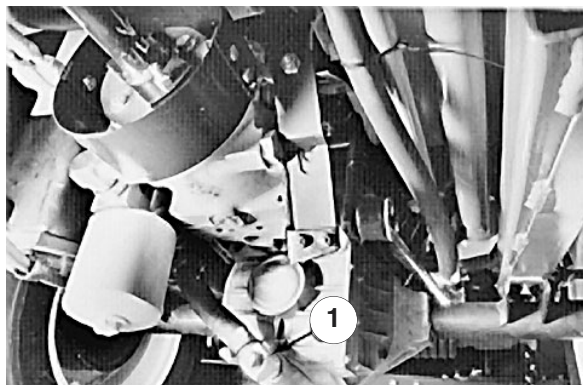
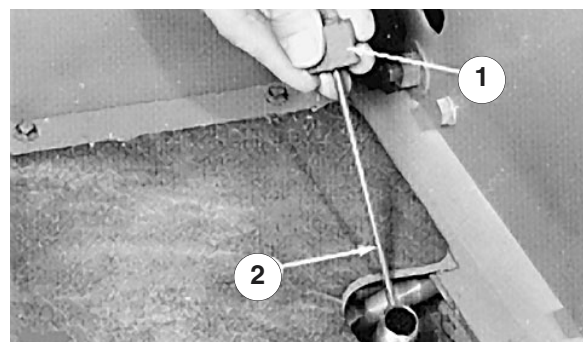

Figure 49
Figure 50
4. Retirez le bouchon de vidange du raccord entre le carter de pont et le filtre à huile. Laissez l'huile s'écouler dans un bac de vidange (Fig. 49).
6. Placez le bouchon de vidange dans le raccord entre le carter de pont et le filtre à huile (Fig. 49).
7. Sortez la jauge du goulot de remplissage du pont (Fig. 50) et versez la quantité voulue d'huile du type et de la viscosité recommandés pour la température ambiante anticipée (voir le tableau ci-dessus).
9. Attendez encore deux minutes, puis sortez la jauge du goulot de remplissage du pont et vérifiez le niveau d'huile (Fig. 50). Si le niveau est bas, faites l'appoint pour que le niveau atteigne la rainure sur la jauge (Fig. 50). Si le niveau est trop haut, enlevez le bouchon de remplissage (Fig. 49) et vidangez suffisamment d'huile pour faire descendre le niveau jusqu'à la rainure sur la jauge.